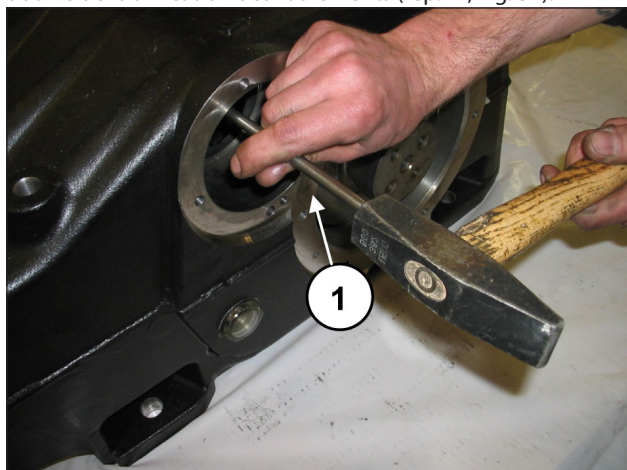
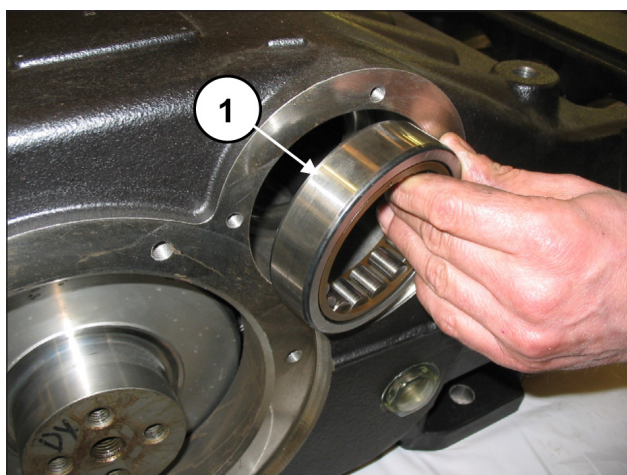
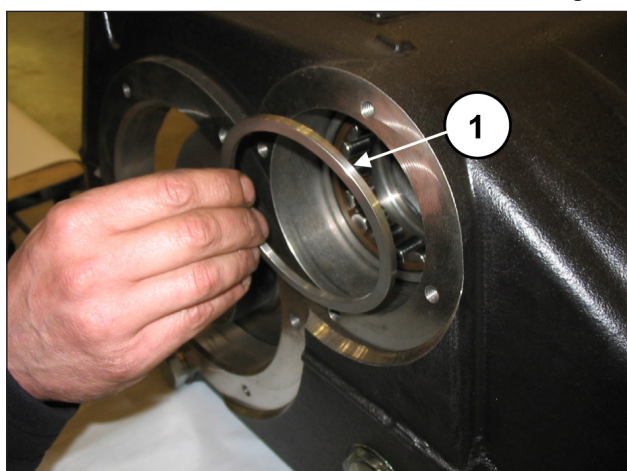
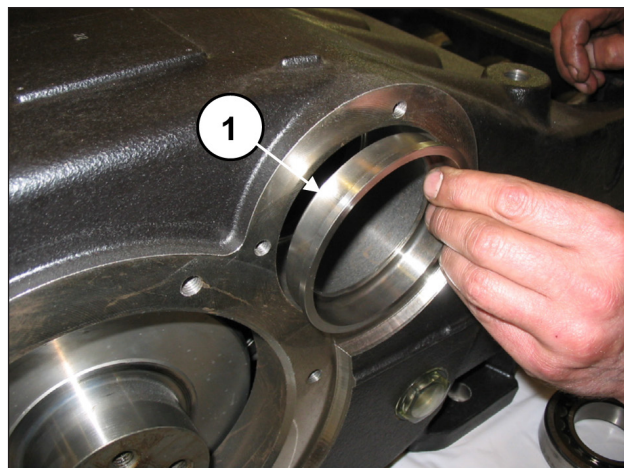

Fig. 34
Fig. 35
Fig. 36
Fig. 37
En utilisant une barre suffisamment longue (rep. ①, Fig. 34) et une masse à inertie, dégager du carter les bagues de roulement hors du corps de pompe (rep. ①, Fig. 35), l'entretoise du roulement extérieur (rep. ①, Fig. 36) et la douille de lubrification des roulements (rep. ①, Fig. 37).